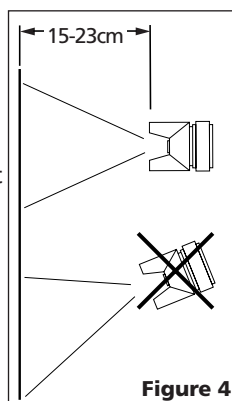

Figure 4
- Commencer à pulvériser. Toujours garder le pistolet à angles droit par rapport à l'objet de travail (Voir Figure 4).